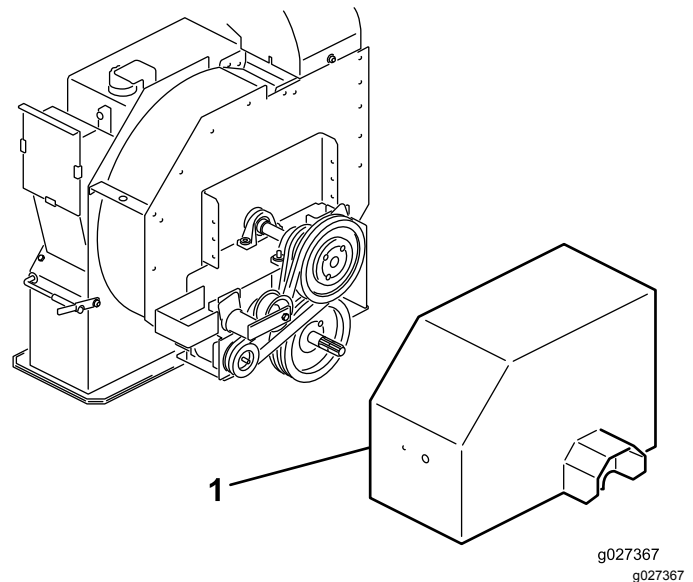

Figura 14
- Desaperte as porcas e os parafusos que fixam a proteção da transmissão ao compartimento do rotor (Figura 14) e retire a proteção.
- Na parte de trás da estrutura, desaperte o parafuso que prende o tensor da correia à estrutura (Figura 14).